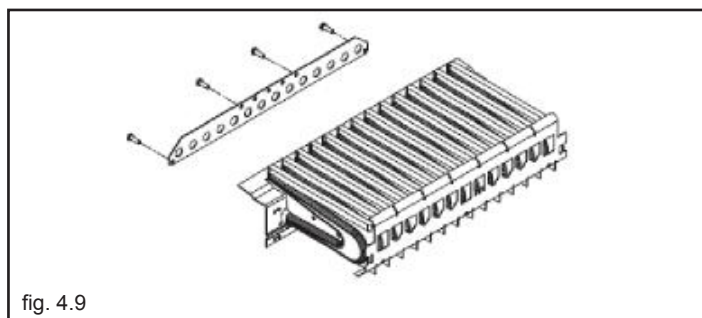

fig. 4.9
- se trattasi di trasformazione da gas metano a GPL, fissare la flangia bruciatore contenuta nel kit utilizzando le relative viti (fig. 4.9)
- se trattasi di trasformazione da gas GPL a metano, rimuovere la flangia bruciatore (fig. 4.9)